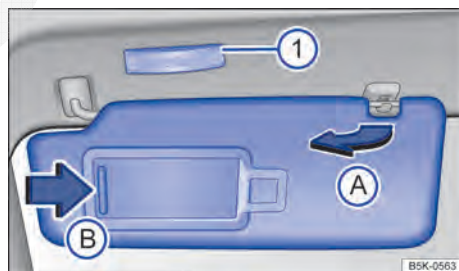

Fig. 110 No revestimento do teto dianteiro: para-sol.
- Retirar do suporte e virar na direção das portas → Fig. 110 A).